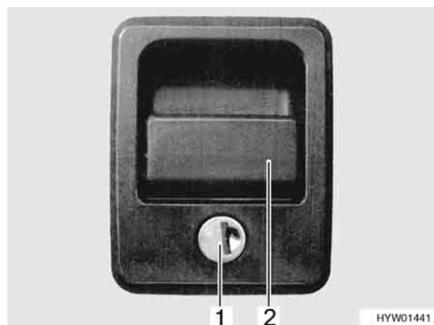

Bild 49 Klappenschloss mit Griffschale
- Schlüssel in Schließzylinder (Bild 49,1) stecken und eine viertel Umdrehung drehen. Das Klappenschloss ist entriegelt.
- Am Schlossgriff (Bild 49,2) ziehen. Die Außenklappe ist geöffnet.